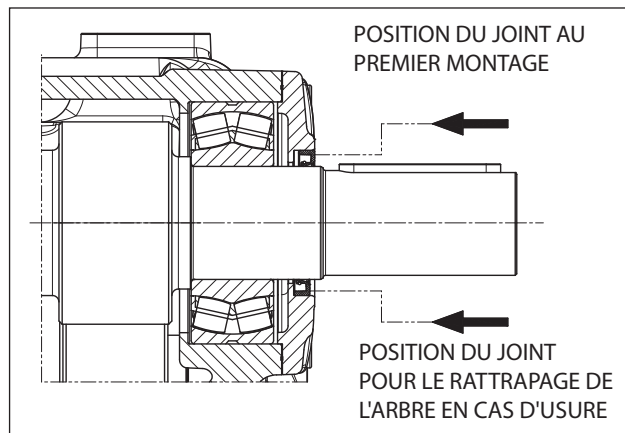
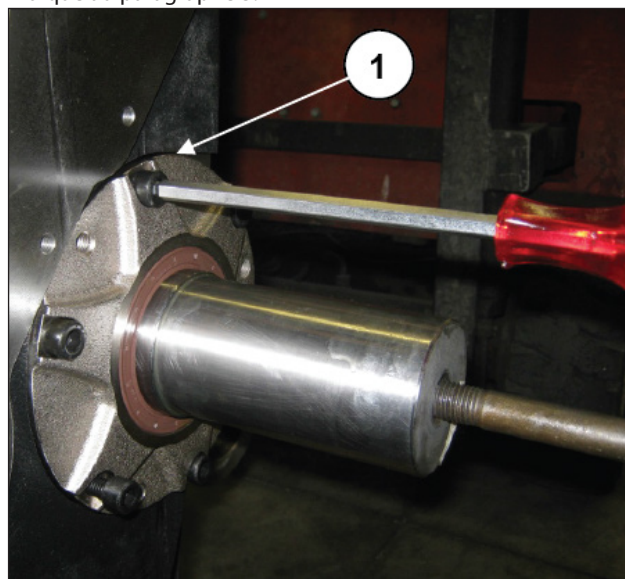

Fig. 118
Fig. 119
Monter le joint et les couvercles du roulement de la prise de force des deux côtés et serrer les vis de fixation M10 (rep. ①, Fig. 118 - Fig. 119).